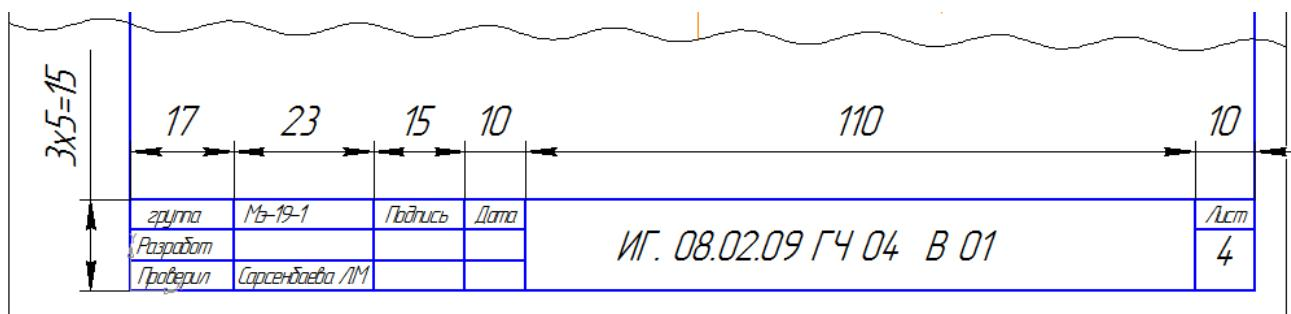

Рис.2 Пример выполнения основной надписи формы 1, 2а
Чертеж оформляется рамкой, которую проводят сплошной основной линией от верхней, правой и нижней сторон внешней рамки на 5мм и на 20мм от левой для подшивки листа. В правом нижнем углу формата помещают основную надпись чертежа (угловой штамп) Рис.1. Форма, содержание и размер графической основной надписи для технических чертежей (рис.2)
- 2.Соблюдая размеры основной надписи (рис.2) вычертите контуры сплошной тонкой линией;